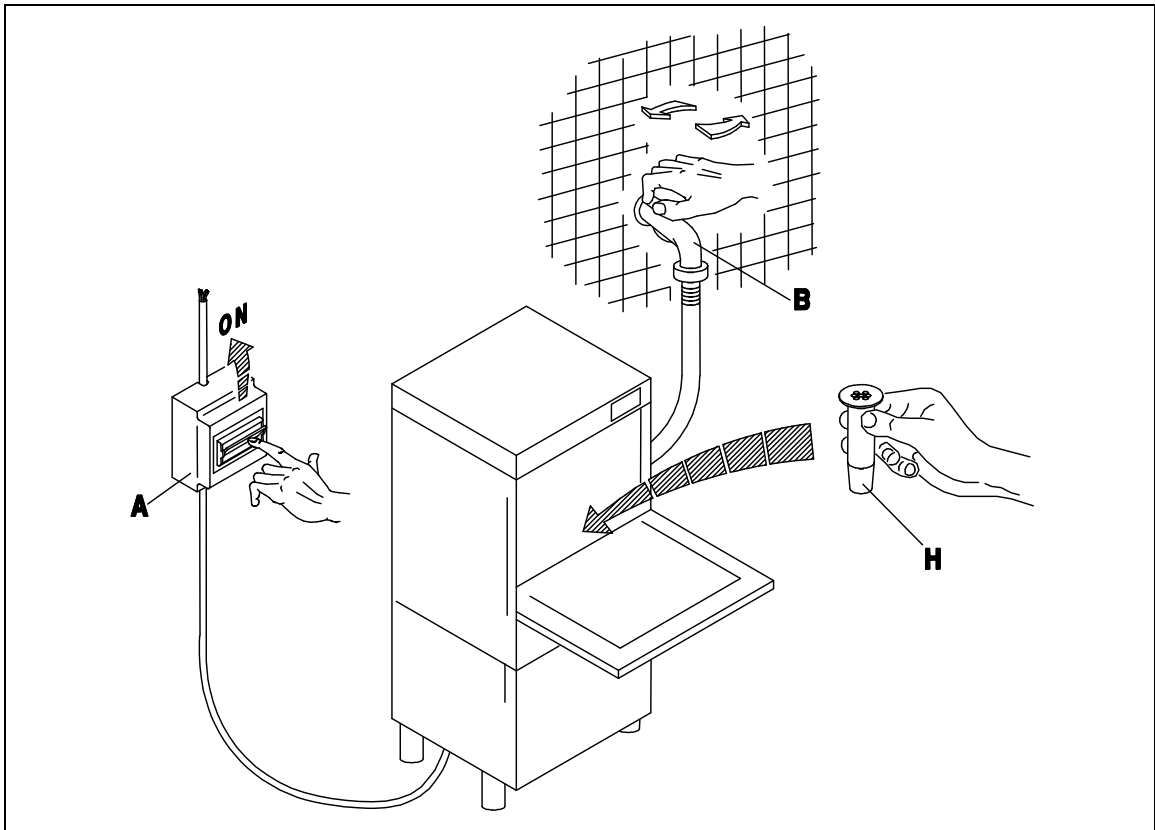

Fig. 3-1
- Aprire il rubinetto dell'acqua (B), inserire l'interruttore generale (A). Attivare l'interruttore principale dell'apparecchio (1), ne conseguirà l'accensione della spia (A) evidenziando che la macchina è sottoposta a tensione. A porta chiusa l'apparecchio si riempie d'acqua e alla fine del carico, si inseriscono automaticamente le resistenze della vasca e del boiler. Il funzionamento delle resistenze è reso visibile dall'accensione delle spie (D) ed (E). Quando entrambe le spie si spengono l'acqua avrà raggiunto le temperature impostate e l'apparecchio sarà pronto per iniziare il lavaggio. (fig. 3-1÷3-2)
- Turn on the water tap (B) and switch on the master switch (A). Turn the appliance ON switch (1), which will cause the warning light (A) to illuminate, indicating that the machine is live. When the door is closed the appliance fills with water. When it is full, the tub and boiler heating elements come on automatically. When the elements are activated, the warning lights (D) and (E) are illuminated. When both warning lights go out the water has reached the set temperature and the appliance is ready to begin the washing cycle. (fig. 3-1÷3-2)
- Öffnen Sie den Wasserhahn (B) und betätigen Sie den Hauptschalter (A). Beim Betätigen des Schalters (1) am Gläserspüler wird die Anzeige (A) aufleuchten, an der Sie erkennen können, daß die Maschine unter Spannung steht. Bei geschlossener Tür läuft Wasser in die Maschine; ist die nötige Wassermenge einmal erreicht, so schalten die Widerstände des Spülbehälter und des Boilers automatisch ein. Der Betrieb der Widerstände wird durch das Aufleuchten der Anzeigen (D) und (E) erkennbar. Beide Leuchtanzeigen erlöschen, wenn das Wasser eine vorbestimmte Temperatur erreicht hat, d. h. wenn der Gläserspüler betriebsbereit ist. (fig. 3-1÷3-2)
- Ouvrir le robinet (B) et insérer l'interrupteur général (A). Ouvrir l'interrupteur principal de l'appareil (1), le voyant (A) s'allumera ce qui signifie que la machine est branchée. L'appareil se remplit d'eau avec porte fermée et à la fin du chargement les éléments chauffants de la cuve et du boiler entrent automatiquement en action. Les voyants (D) et (E) s'allument quand les éléments chauffants fonctionnent. Les deux voyants s'éteignent dès que l'eau a atteint la température programmée et l'appareil est prêt pour commencer le lavage. (fig. 3-1÷3-2)
- Abrir el grifo del agua (B), conectar el interruptor general (A). Activar el interruptor principal del aparato (1); el encendido de la luz testigo (A) indica que la máquina está en tensión. Con puerta cerrada el aparato se llena de agua y cuando la carga esté terminada se conectarán automáticamente las resistencias del tanque y de la caldera. El funcionamiento de las resistencias es señalado por el encendido de las luces indicadoras (D) y (E). Cuando ambas luces se apaguen, el agua habrá alcanzado la temperatura programada y el aparato estará listo para empezar el lavado. (fig. 3-1÷3-2)
- A riempimento avvenuto, aprire la porta (I) e introdurre il detersivo (ca. 2 gr. per litro di capacità della vasca). Inserire il cesto (L) carico e chiudere la porta (I). Selezionare il ciclo di lavaggio inserendo il pulsante (4) ciclo breve (tasto premuto) ÷ ciclo lungo (tasto rilasciato). A questo punto premere il pulsante START (3) (almeno per 2 secondi) e avrà inizio il ciclo di lavoro visualizzato dalla lampada spia (C): la fine del ciclo coincide con lo spegnimento di questa spia. Per spegnere la macchina si dovrà disinserire l'interruttore (1) portandolo nella posizione (0) spia (A) spenta. (Fig.3-1+3-3).
**N.B.:** *E' consigliato avviare il ciclo di lavoro quando entrambe le spie delle resistenze, boiler (D) e vasca (E), si spengono, come indicato al punto 3.1 Messa in funzione.*
- Lorsque le remplissage est terminé, ouvrir la porte (I) et verser le déterfif (environ 2 g pour chaque litre remplissant la cuve). Introduire le panier (L) plein et fermer la porte (I). Sélectionner ensuite le cycle de lavage en actionnant le bouton-poussoir (4) cycle court (touche enfoncée) ÷ cycle long (touche relâchée). A ce stade, presser le bouton-poussoir START (3) (au moins 2 secondes) et le cycle de fonctionnement commencera, visualisé par la lampe-témoin (C). La fin du cycle coïncide avec l'extinction de ce voyant. Pour arrêter la machine, il faudra débrancher l'interrupteur (1) en le ramenant sur la position (0): lampe-témoin (A). (Fig.3-1+3-3).
**N.B.:** *Nous conseillons de faire démarrer le cycle d'usinage quand les deux voyants des éléments chauffants du boiler (D) et de la cuve (E) s'éteindront comme indiqué au point 3.1 Démarrage.*
- Después del llenado, abra la puerta (I) y vierta el detergente (2 gramos aproximadamente por litro de capacidad de la cuba). Introduzca el cesto (L) carga y cierre la puerta (I). Seleccione el ciclo de lavado por medio del selector (4) ciclo breve ( tecla pulsada ) ÷ ciclo largo ( tecla soltada ). Pulse ahora START (3) (almenos durante 2 segundos) para arrancar el ciclo de trabajo: se enciende la luz testigo (C), que se apagará al final del ciclo. Para apagar la máquina desconecte el interruptor (1) posición 0, luz testigo (A) apagada. (Fig.3-1÷3-3).
**N.B.:** Le aconsejamos que arranque el ciclo de trabajo cuando las dos luces indicadoras de las resistencias del hervidor (D) y de la cuba (E) se apaguen (véase 3.1 Puesta en funcionamiento).